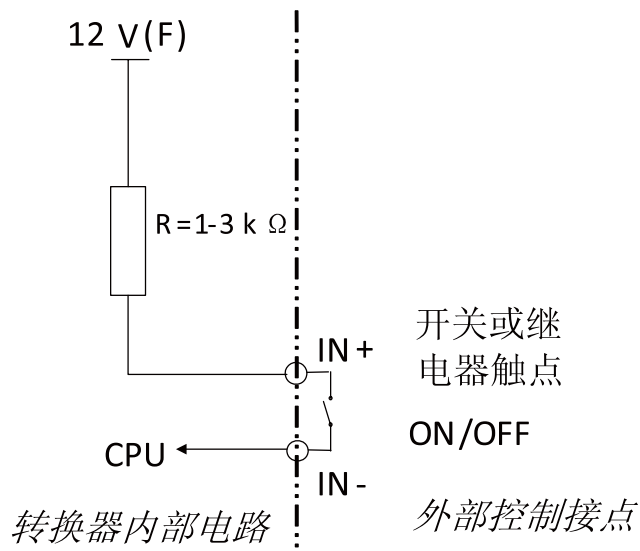

图6.8 接点控制输入
6.7.4 外部控制接点输入 (IN+、IN-) 由开关或继电器触点ON/OFF控制, 见图6.8。